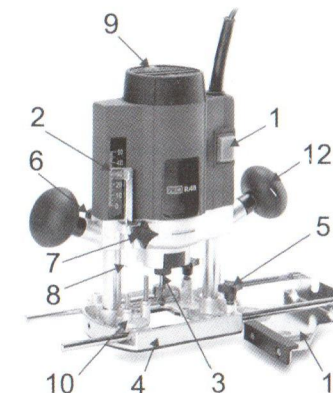

Рис. 1
- Для включения фрезера нажмите пусковую клавишу (1)(См. Рис.1).
- Регулятор управления частотой вращения (9)(См. Рис.1) применяется, чтобы установить требуемую скорость вращения режущей фрезы.